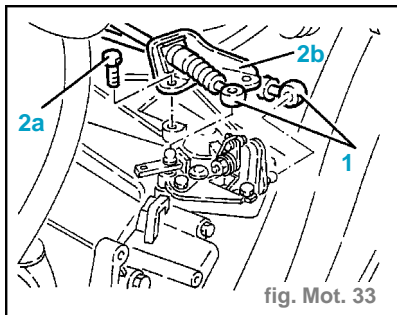

fig. Mot. 33
- Déconnecter les flexibles (1) d'embrayage/ de sélection des vitesses. (fig. Mot. 33)